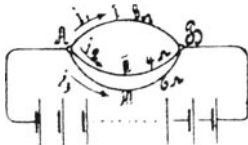

Fig. 10.
75. Zwischen den beiden Punkten A und B (Fig. 10) herrscht ein Spannungsunterschied von 24 [15] (0,3) V. Der Widerstand des Zweiges I beträgt 8 [7,5] (0,2)  $\Omega$ , der des Zweiges II 4 [3] (0,1)  $\Omega$  und der des Zweiges III 6 [1,5] (0,08)  $\Omega$ .